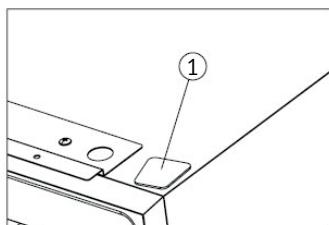

Рисунок 4
⇨ Установите заглушку на другую сторону ① (Рисунок 4).